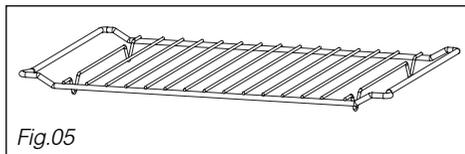

Fig.05
• **La grille (fig.05)** : permet de réchauffer simultanément une deuxième assiette (la première étant posée sur le plateau tournant). La grille ne doit en aucun cas être utilisée avec d'autres récipients métalliques. Toutefois, vous pouvez réchauffer un aliment dans une barquette en aluminium en l'isolant de la grille à l'aide d'une assiette.